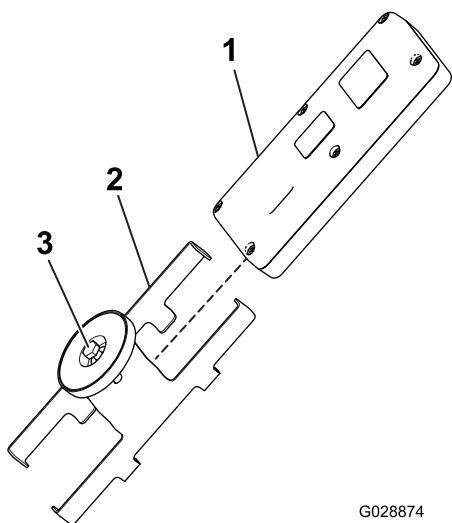

Рисунок 13
5. Установите ручной пульт дистанционного управления в магнитный кронштейн пульта, соедините половины корпуса для закрепления пульта и затяните болт в магните (Рисунок 13).